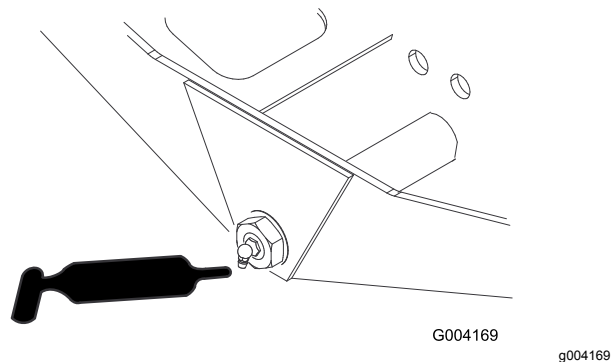

Figura 52
- Perno dello sterzo dell'assale (1) (Figura 52)